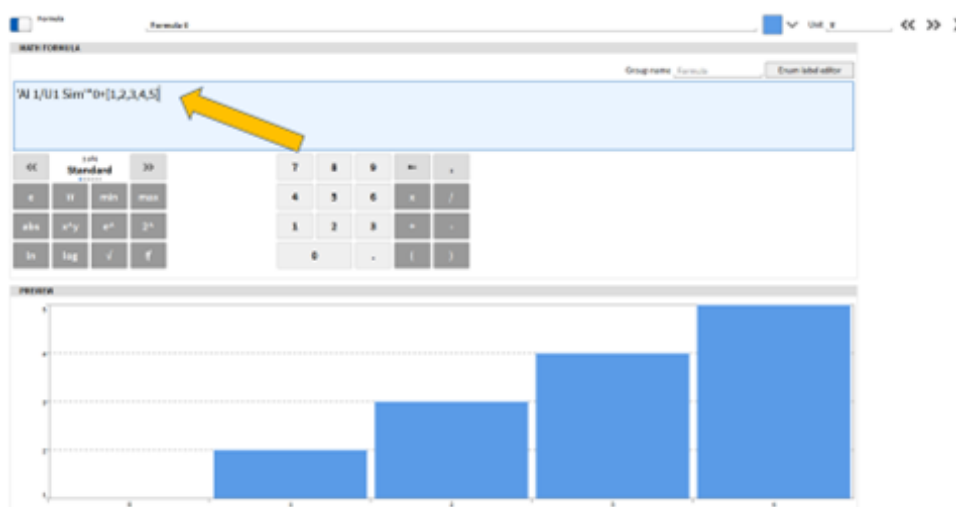

Abb. 7.80: Erstellung von Arrays mit konstanten Elementen
- Zu guter Letzt ist es möglich, Array-Kanäle mit konstanten Elementen zu erstellen (siehe Abb. 7.80). Die Aktualisierungsrate kann definiert werden, indem ein Zeitdomänenkanal hinzugefügt und mit Null multipliziert wird. Das Array hat dann die gleiche Aktualisierungsrate wie der Zeitdomänenkanal.